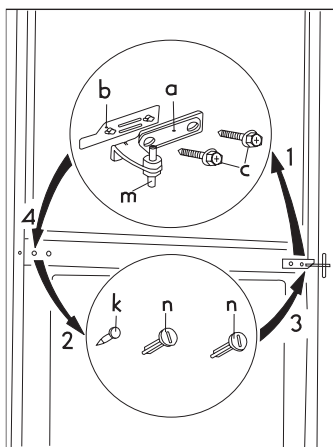

Рис. 3
- Поэтапно снять с корпуса двойной держатель двери (a, b, c). Также не забудьте снять пластиковую распорку (b) под держателем двери (рис. 3).
- Выкрутить левые болты крышки двойного держателя двери (3 штуки, n, k) и переставить их на другую сторону (рис. 3).
- Демонтировать элементы запираания двери (u, v) путем выкручивания винта (s) (рис. 3).
морозильной камеры (рис. 3).